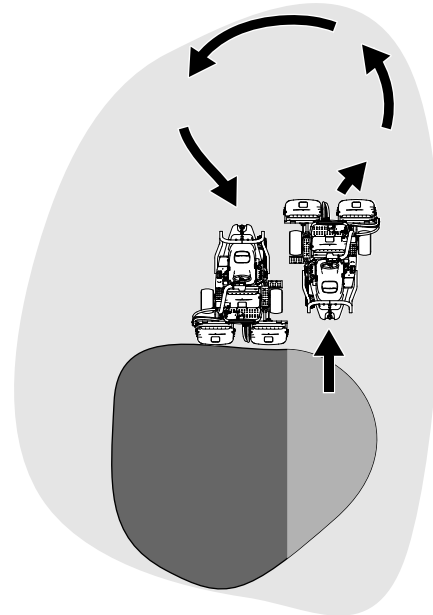

Bild 30
6. Verkürzen Sie die Betriebszeit und vereinfachen Sie das Ausrichten für den nächsten Durchgang, indem Sie die Maschine vorübergehend in die entgegengesetzte Richtung und dann in die Richtung des ungemähten Teils drehen. Führen Sie eine tränenförmige Wende durch (Bild 30), um die Maschine schnell für den nächsten Durchgang auszurichten.